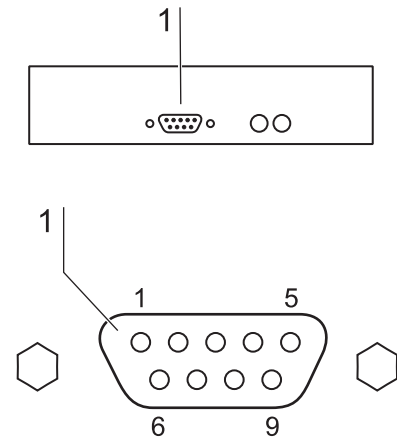

Fig. 12
2. **Fig. 12:** enchufe el conector del cable del interfaz (no se incluye en el suministro) en la hembrilla [1] del suministro del aparato ubicado en la parte trasera del aparato. Cara frontal del aparato en la caja de distribución